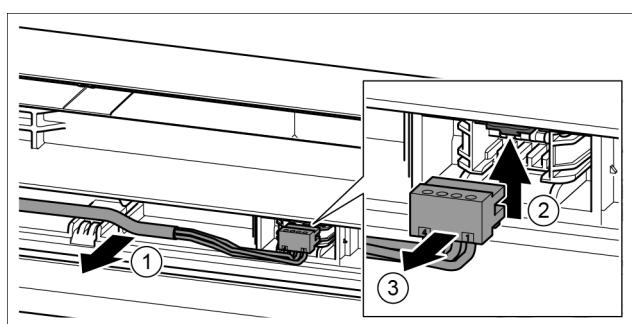

Fig. 19
- ▶ 将灰色电缆小心地从门内的导向装置上松开。Fig. 19 (1)
- ▶ 向上按住接片。Fig. 19 (2)
► 小心地拉出插头。Fig. 19 (3)